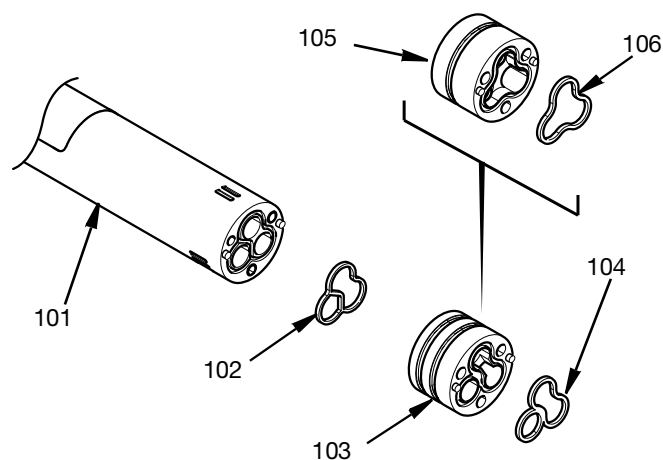

FIG. 28
8. Insérez un joint d'adaptateur neuf (102) dans la fente située sur la face du corps central (101). Poussez l'adaptateur approprié (103/105) sur le corps central tout en alignant les orifices des goupilles d'adaptateur sur les goupilles de positionnement. Placez un joint neuf (104) pour deux adaptateurs de produit (103) ou un joint (106) pour un adaptateur de produit (105). Voir FIG. 28.